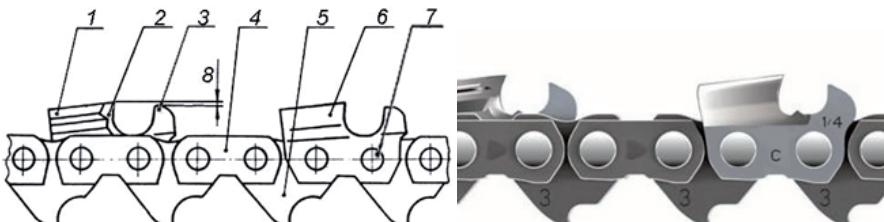

рис.2
-пильная цепь состоит из звеньев трех типов: режущее звено (рис.2 поз. 1 и
рис.2 поз. 6), ведущее звено (рис.2 поз. 5) и соединительное звено (рис.2 поз. 4);
-режущее звено бывает двух типов - левостороннее и правостороннее и состоит из двух элементов: резца (рис.2 поз.2) и ограничителя глубины пропила (рис.2 поз.3);
-соединительное звено обеспечивает соединение режущих и ведущих звеньев посредством заклепки (рис.2 поз.7);